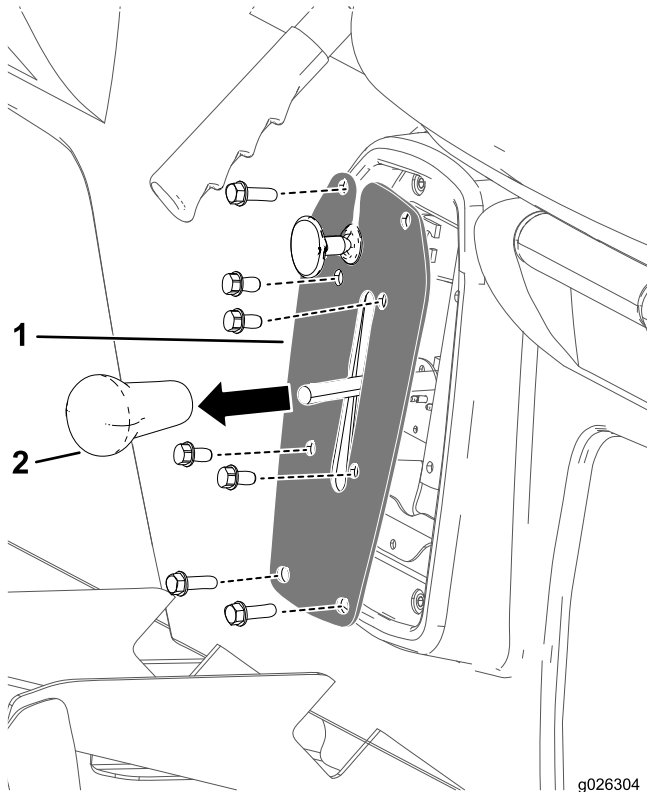

図 1
1. ギアシフトレバーからノブを外す 図 1。
2. シフタープレートをシフターブラケットに固定している4本のボルトを外す 図 1。
3. シフタープレートをシフターブラケットに固定している4本のボルトを外してシフタープレートを外す 図 1。